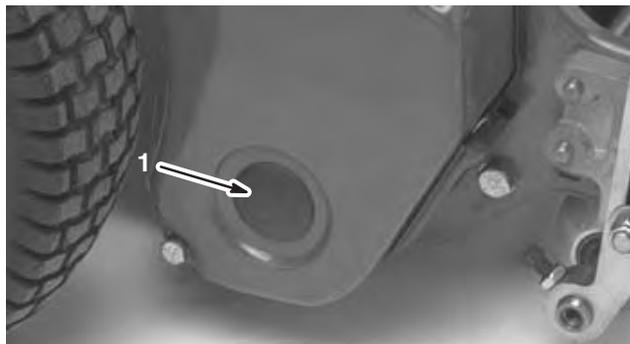

Figure 49
- Retirez le bouchon du couvercle de l'entraînement droit du cylindre (Fig. 49).